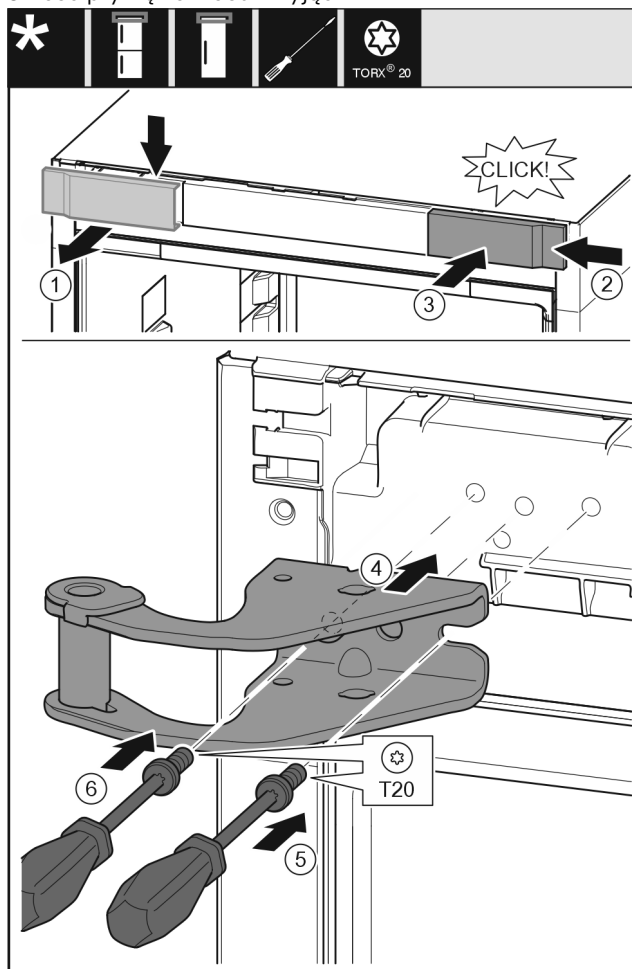

Fig. 9
- ▶ Wyjąć osłonę od góry do przodu. Fig. 9 (1)
- ▶ Osłonę obrócić o 180° założyć z drugiej strony od prawej. Fig. 9 (2)
- ▶ Zazębić osłonę. Fig. 9 (3)
- ▶ Założyć górną płytkę zawiasu. Fig. 9 (4)
- ▶ Śrubę założyć przy pomocy śrubokręta T20 i mocno dokręcić. Fig. 9 (5)
- ▶ Śrubę założyć przy pomocy śrubokręta T20 i mocno dokręcić. Fig. 9 (6)